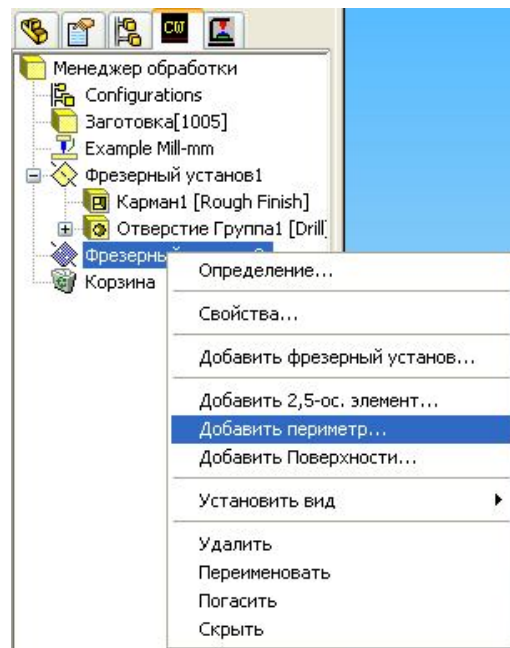

Рисунок 5.11 - Выбор периметру
3. Теперь в дереве элементов SAMWorks клацаємо правою кнопкою миші на  Фрезерный установ2 і в меню вибираємо <Добавить периметр...> (рис. 5.11).